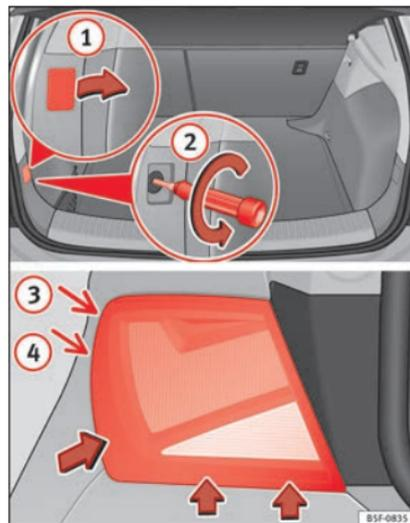

Abb. 111 Gepäckraum: Lage der Befestigungsschraube der Heckleuchte Ausbau der Heckleuchte im Seitenteil
- Hebeln Sie die Abdeckung an der Aussparung mit dem flachen Teil des Schraubendrehers ab und entfernen Sie die Abdeckung » **Abb. 111** (1).
- Lösen Sie mit einem Schraubendreher die dahinterliegende Schraube im Gegenuhrzeigersinn (Pfeil) » **Abb. 111** (2), und nehmen Sie diese vorsichtig heraus.
- Bewegen Sie die Leuchte in Richtung der Pfeile hin und her, bis sie sich aus der Aufnahme löst (Positionen (3) und (4)) » **Abb. 111**.